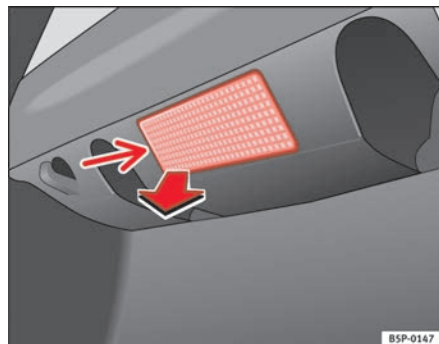

Fig. 197 Luz maletero
- Extraiga la tulipa haciendo presión sobre el borde de la parte interior de la misma -flecha- con ayuda de un destornillador por su parte plana. ⇒ fig. 197